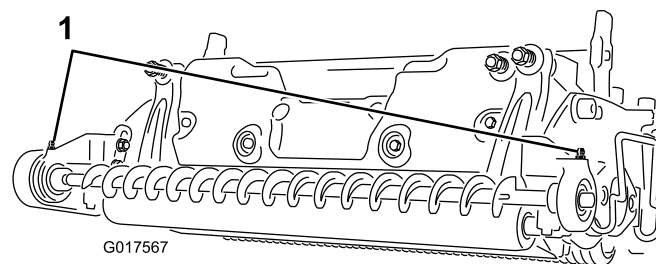

図 21
15. ベアリングハウジングのグリス注入部にNo.2 汎用リチウム系グリスを注入する 図 21。